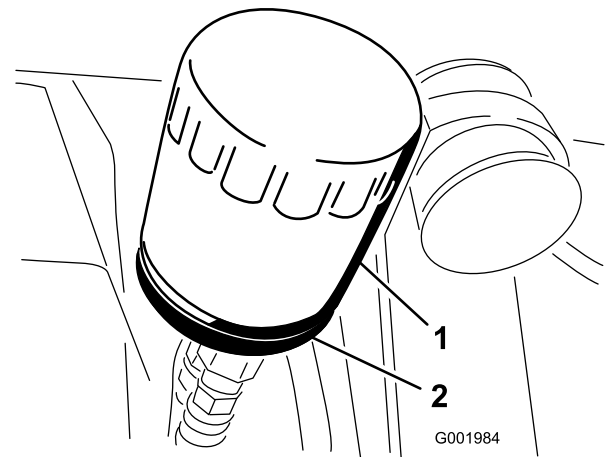

Figure 51
- Déposez le filtre à huile (Figure 51).
- Posez le filtre à huile de rechange sur l'adaptateur. Tournez le filtre dans le sens horaire jusqu'à ce que le joint touche l'adaptateur, puis donnez 1/2 tour supplémentaire (Figure 51).